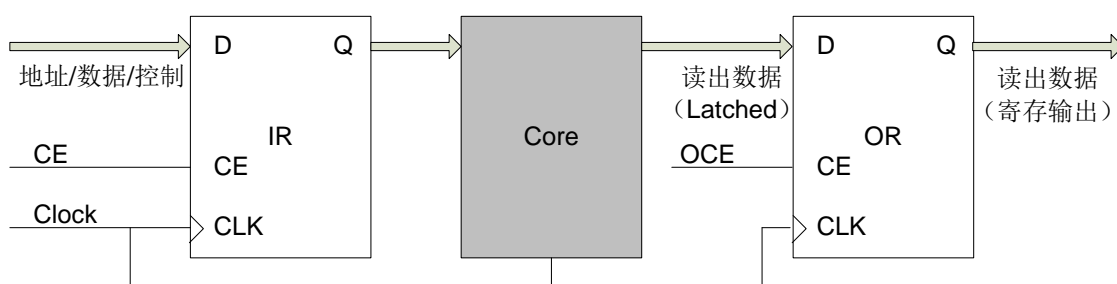

图 32 使能输出寄存器 Pipeline 模
- ② 使能输出寄存器同步写，输出寄存器支持最大位宽为 36 位的同步读出，如图 32 所示。